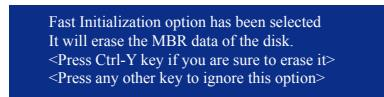

图6
5. 设置完成后的后，按下<Ctrl>+<Y>键储存设置值后将出现如图6的画面。